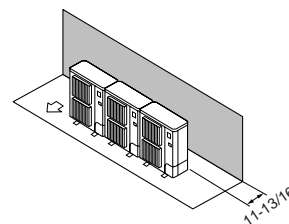

Fig. 2-8
- ① Obstacles uniquement à l'arrière (Fig. 2-8)